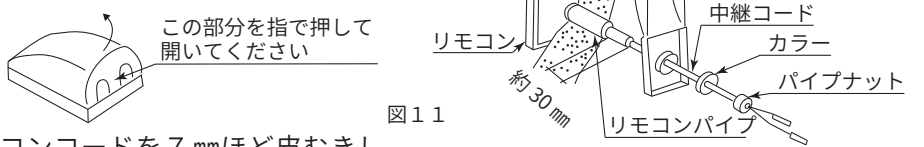

図11
2. リモコンパイプにリモコンの中継コードを通し、リモコンにリモコンパイプをねじ込み、取り付けます。(図11)
3. リモコンパイプが外壁面より30mmほど出るようにリモコンパイプのねじで長さ調節をして、壁の穴に挿入します。(図11)
5. 屋外で、防水カバーのふたを開け、防水カバー・カラーの順で中継コードおよびリモコンパイプに通します。(図11)
(締め過ぎに注意してください。)(図11)